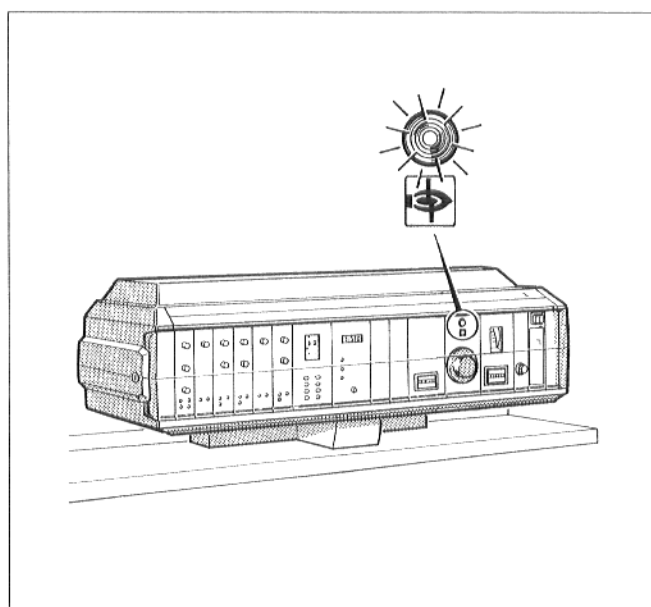

Fig. 3
- Al encenderse la lámpara testigo en el aparato de regulación (fig. 3), pulsar el botón de eliminación de perturbaciones en el autómata de combustión del quemador.